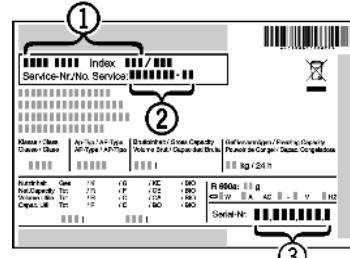

Fig. 56
- Считать обозначение устройства *Fig. 56 (1)*, сервисный номер *Fig. 56 (2)* и серийный номер *Fig. 56 (3)* с заводской таблички. Заводская табличка находится внутри устройства слева.